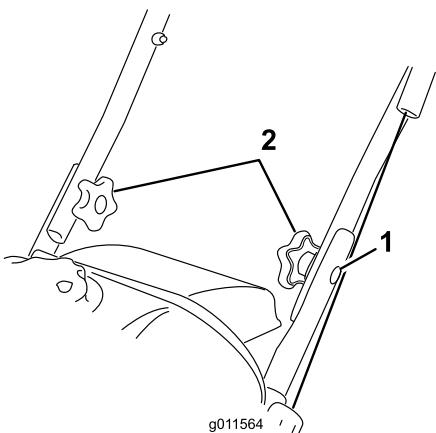

Figure 3
2. Insérez les boulons à tête ovale dans les trous alignés, les têtes des boulons se trouvant à l'extérieur du guidon (Figure 3).
1. Boulon à tête ovale (2) 2. Rondelles bombées et boutons de guidon
3. Placez les rondelles bombées et les boutons sur les boulons à tête ovale à l'intérieur du guidon (Figure 3) et serrez solidement les boutons.